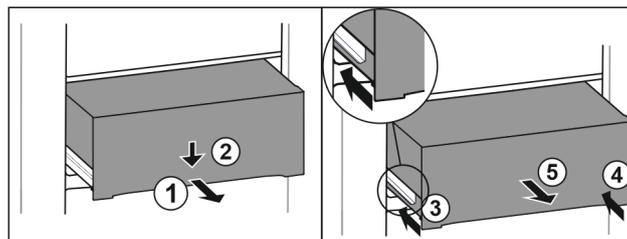

Fig. 112
- ▶ Extrageți pe jumătate sertarul. Fig. 112 (1)
- ▶ Apăsați în jos sertarul pe partea frontală. Fig. 112 (2)
- ▶ Inserați șina stângă aproximativ 2 cm. Fig. 112 (3)
- ▶ Inserați șina dreaptă aproximativ 2 cm. Fig. 112 (4)
- ▶ Extrageți sertarul spre înainte. Fig. 112 (5)